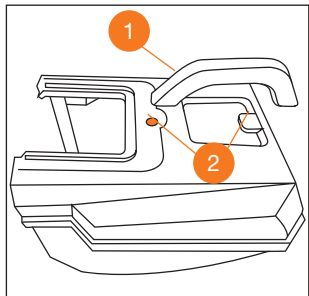

рис. 8
1. Вставьте ручку травосборника **1** в посадочные отверстия **2** и защёлкните её (Рис. 8).